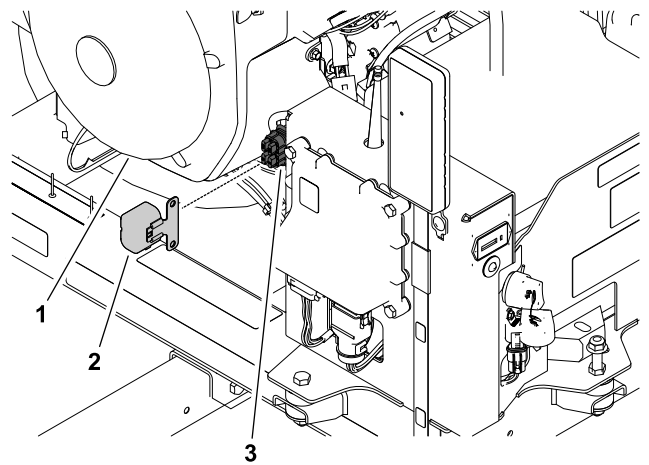

図 42
2. 切れているヒューズをヒューズブロックから取り出す 図 42。
ヒューズブロックは機体用ワイヤハーネスに組み込まれています。コントロールタワーの右側、レシーバの後ろにあります 図 42。
1. コントロールタワーの前、内側にあるヒューズブロックのカバーを外す 図 42。